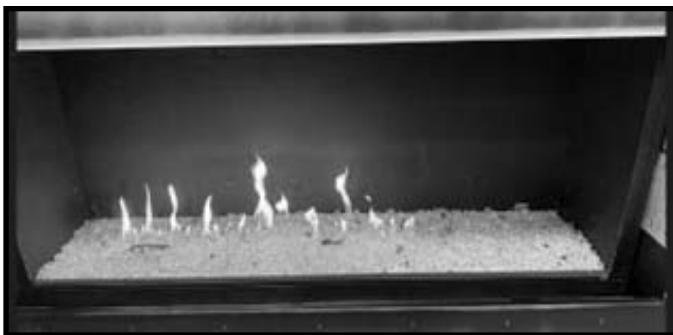

Figure 11.8 Allumage incomplet du brûleur
- Allumez l'appareil. Attendez les 2 minutes de pré-purge et assurez-vous que le brûleur s'allume complètement. Si le brûleur ne s'allume pas facilement ou complètement, notez l'endroit où la flamme s'arrête ou s'interrompt. La figure 11.8 montre un exemple d'éclairage incomplet.